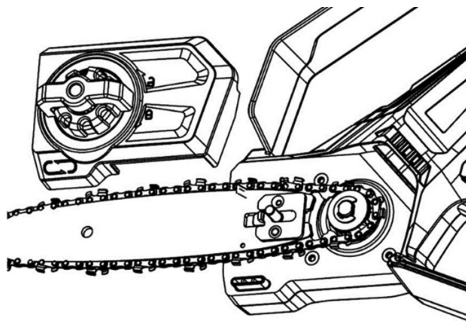

Рис. 8 Снятие крышки шины
(1) Данный вид работ необходимо выполнять в авторизованном сервисном центре.
2. Открутите гайку 7 крепления шины (Рис. 1) против часовой стрелки и снимите крышку 9 (Рис. 1) шины с корпуса пилы, как это показано на Рис.8.